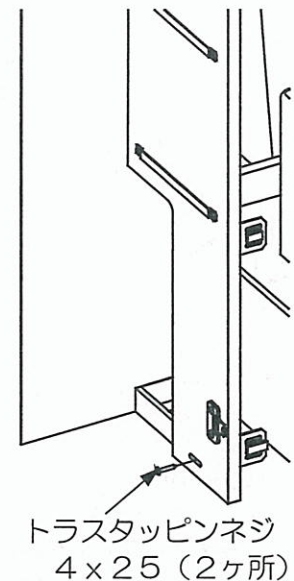

図5-3
- (3) 付属のトラスタッピンネジ4×25 2本でキャビネット下部と底固定金具を連結してください。(図5-3)